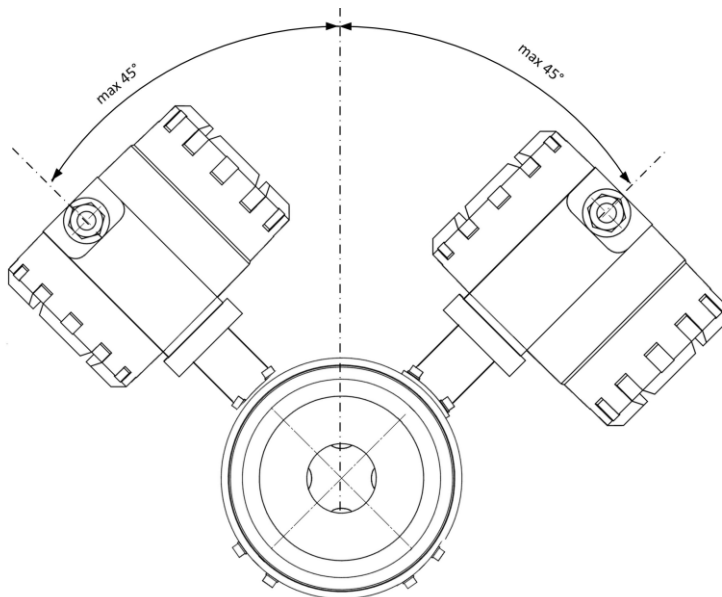

Рис.5 - Расположение ВП расходомера при монтаже
3.3.2 При монтаже в горизонтальный или наклонный трубопровод рекомендуется располагать расходомер вторичным преобразователем кверху (рис.5). Угол отклонения оси стойки ВП от вертикальной плоскости, проходящий через ось трубопровода, не должен превышать 45°.